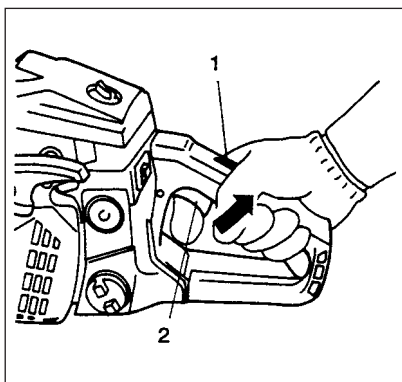

Fig. 2-4B
4. Lorsque vous entendez que le moteur va démarrer, tirer la gachette d'accélérateur (4) avec la gachette de sécurité pressée (2). Ceci permettra de déverrouiller le papillon du carburateur et de faire passer de la position démarrage à la position de fonctionnement normal et de retourner automatiquement le bouton de l'enrichisseur à la position de fonctionnement normal. (Fig. 2-4B)